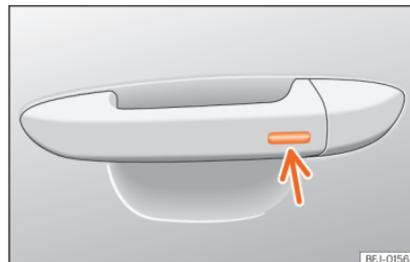

Fig. 92 Manipulo da porta: superfície sensora.
- Mantenha um dedo durante alguns segundos sobre a superfície sensora de bloqueio »» Fig. 92 (seta) do manípulo da porta para fechar o teto. Se deixar de tocar na superfície sensora, interrompe a função de fecho.